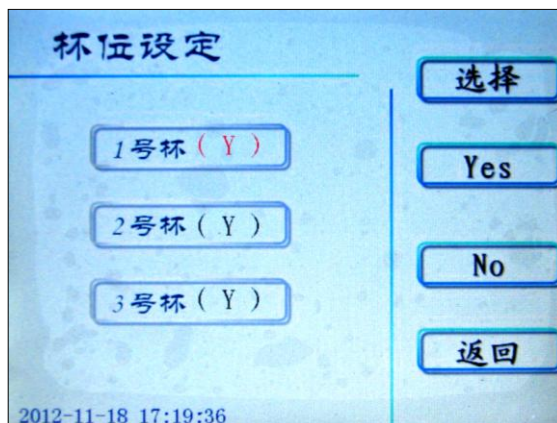

图 12 杯位设定页面
7. 在设置页面, 按 **杯位设定** 键进入杯位设定页面 (图 12), 按 **选择** 键选择杯位号, 按 **Yes** 或 **No** 键命令该杯位参与测定或不参与测定。